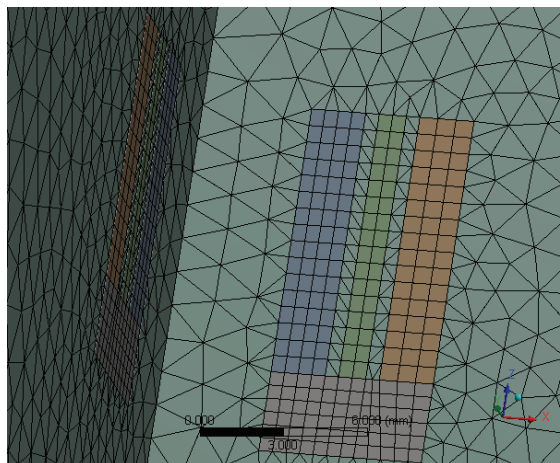
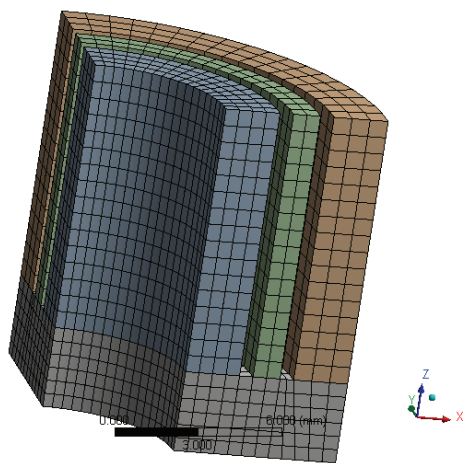

图 23-13 整体网格
图 23-14 非空气部分网格
2) 在 Outline 树结构图中的 Mesh 选项单击鼠标右键，在弹出的快捷菜单中选择 Generate Mesh，生成网格最终的效果如图 23-13 所示，其中非空气部分网格如图 23-14 所示。